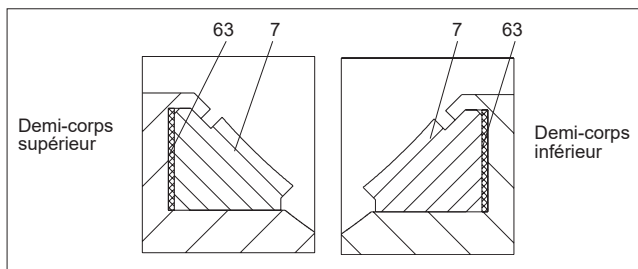

Fig. 25 Sièges K (2«)
- Monter le joint (63) dans son logement sur le corps, puis le siège (7) comme indiqué sur la figure 25.
- Verrouiller le siège (7), à l'aide de l'outil spécial (cf. 4.9.4).
- Monter le joint (63) dans le siège (7) (cf. figure 25). Placer le siège dans le demi-corps supérieur (2). Verrouiller le siège, à l'aide de l'outil spécial (cf. 4.9.4).